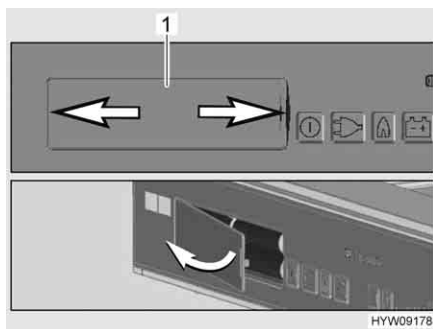

Fig. 152 Vano batteria
- Premere contemporaneamente a sinistra e a destra sul coperchio (Fig. 152,1) del vano batteria (freccia).